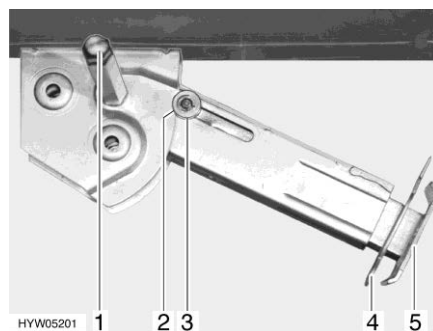

Fig. 49 Vérin stabilisateur
- Placer la clé à pipe sur l'écrou à six pans (Fig. 49,1) et tourner jusqu'à ce que le vérin stabilisateur soit en position verticale vers le bas.
- Retirer la goupille (Fig. 49,4) de la rallonge du pied d'appui (Fig. 49,5).
- Placer la clé à pipe sur l'écrou à six pans (Fig. 49,1) et tourner jusqu'à ce que le vérin stabilisateur se dégage du sol.
- Rentrer complètement la rallonge du pied d'appui (Fig. 49,5) et insérer la goupille (Fig. 49,4) dans le trou prévu à cet effet.
- Tourner la clé à pipe sur l'écrou à six pans (Fig. 49,1) jusqu'à ce que le vérin stabilisateur ait pivoté vers le haut et le disque de guidage (Fig. 49,3) soit complètement rentré dans l'encoche (Fig. 49,2).